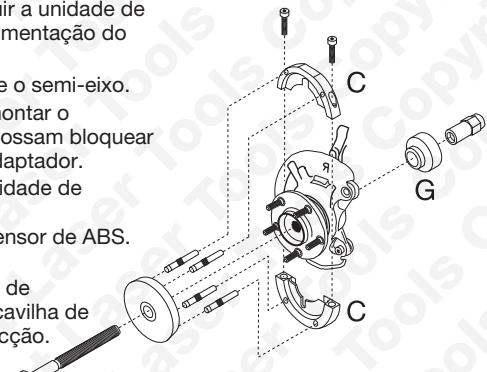
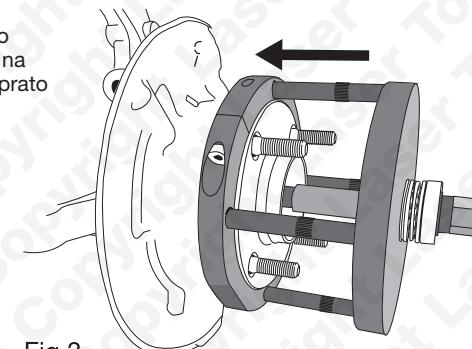
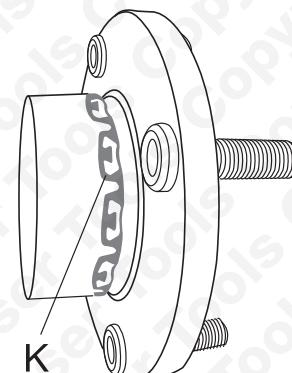

Fig 1
Fig 3
Fig 4
- Monte as meias-luas de desmontagem (C) na unidade de flange/rolamento; consulte o esquema (Fig. 1).
- Tenha cuidado para alinhar os entalhes com o sensor de ABS. Fixe os parafusos de montagem (D) fornecidos.
- Monte as quatro cavilhas de tracção (E) no prato de tracção (B). O anel de vedação em borracha na cavilha de tracção irá fixá-la no receptáculo do prato de tracção.
- Monte o adaptador de extracção (G) a partir da parte traseira, sobre a extremidade do parafuso de tracção. Extremidade do anel em direcção ao parafuso de tracção - consulte a fig. 1.
- Fixe a ferramenta montada com a porca do parafuso de tracção (F). Extremidade roscada longa da porca do parafuso de tracção apertada em direcção ao parafuso de tracção - consulte a fig. 1.
- Para extraír a unidade flange/rolamento, mantenha a porca de tracção (F) fixa com uma chave de 30 mm enquanto roda o parafuso de tracção com uma chave de 22 mm através de uma extensão ou cabo de roquete longo (nunca utilize ferramentas pneumáticas).
- Consultar a fig. 3: Encaixe o conjunto de cavilhas/prato de tracção nas meias-luas e monte o parafuso de tracção principal através do conjunto de cavilhas/prato de tracção.
- Encaixe o adaptador de inserção (I) a partir da traseira, sobre a extremidade do parafuso de tracção, de forma a que este encaixe na aresta exterior na traseira do suporte do cubo.
- Para comprimir a unidade de flange/rolamento, mantenha a porca de tracção (F) fixa com uma chave de 30 mm enquanto roda o parafuso de tracção com uma chave de 22 mm através de uma extensão ou cabo de roquete longo (nunca utilize ferramentas pneumáticas).
- Rode o parafuso de tracção até a unidade de flange/rolamento estar completamente assente. Se equipado, assegure-se de que os espigões do anel de retenção dentado (K) estão devidamente assentes na ranhura de retenção. Consulte a fig. 4.